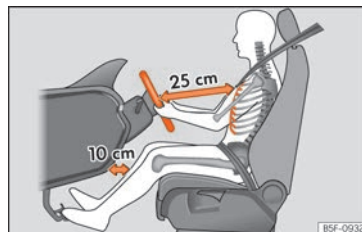

Abb. 83 Der richtige Abstand des Fahrers zum Lenkrad.
- Stellen Sie das Lenkrad so ein, dass der Abstand zwischen Lenkrad und Brustkorb mindestens 25 cm beträgt » **Abb. 83.**
- Stellen Sie den Fahrersitz so ein, dass mindestens 25 cm Platz zwischen Ihrem Brustkorb und der Lenkradmitte ist » **Abb. 83.** Sitzen Sie näher als 25 cm, kann Sie das Airbag-System nicht richtig schützen.